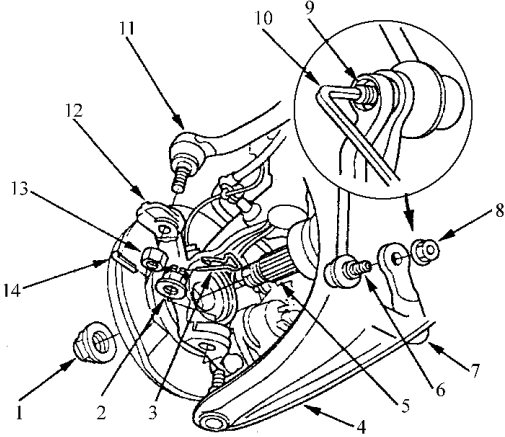

图 4-31 拆卸主轴螺母
- 13) 如图 4-31 所示，拆卸主轴螺母，然后，将半轴推进。在球头销的顶部插入 5mm 的内六角扳手，拆卸球头固定螺母，然后，将稳定器连杆从稳定器分离。